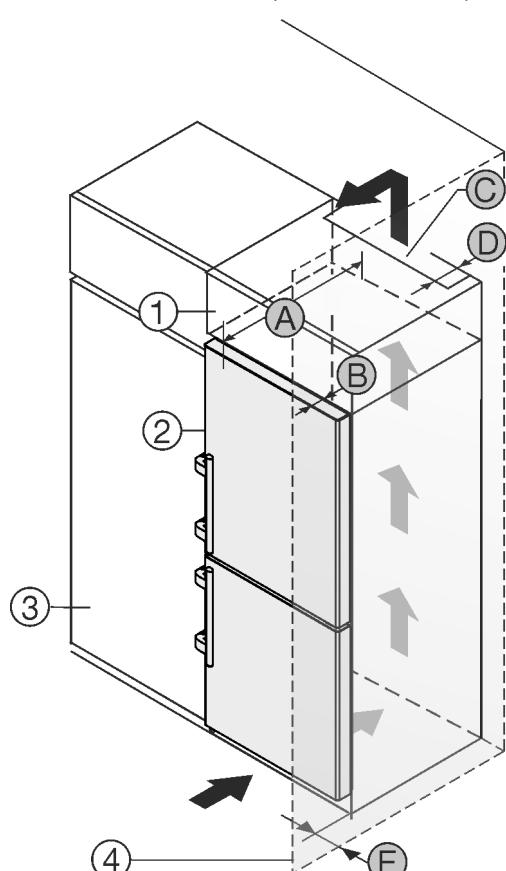

Fig. 2
Můžete přístroj nainstalovat přímo vedle kuchyňské skřínky Fig. 2 (3).*
Na zadní straně nástavné skřínky musí být větrací šachta hluboká Fig. 2 (D) přes celou šířku nástavné skřínky.*
Pod stropem místnosti musí být dodržen ventilační průřez Fig. 2 (C).*
Když přístroj instalujete závěsy vedle stěny Fig. 2 (4), musí být vzdálenost mezi přístrojem a stěnou minimálně 57 mm. To odpovídá přesahu madla při otevřených dveřích.*
Aby bylo možné dvířka plně otevřít, musí přístroj přesahovat o hloubku dvířek Fig. 2 (B) vůči přední linii kuchyňské skřínky. V závislosti na hloubce kuchyňských skřínek Fig. 2 (3) a použití vymezovačů odstupu od stěny může přístroj vyčnívat dále.*